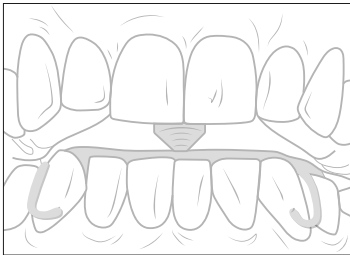

Abb. 3
**13.** Durch Öffnungs- und Schliessbewegungen wird im Mund überprüft, ob die Pfeilspitze in die Bohrung der Plexiglasronde einrastet (Abb. 3).